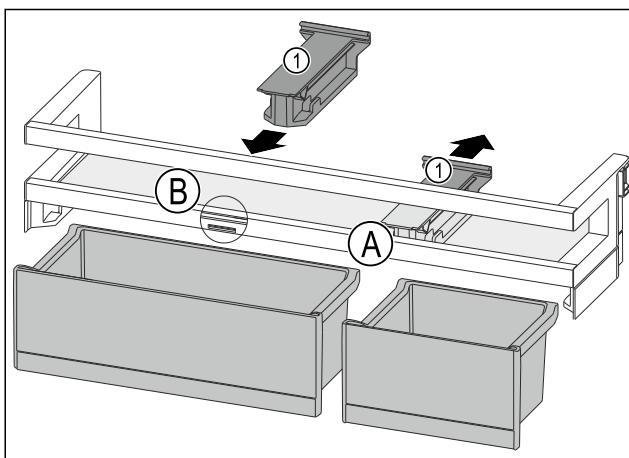

Fig. 88
- Снимите крепление Fig. 88 (1) в позиции Fig. 88 (A), отодвинув его назад.
- Установите крепление Fig. 88 (1) в позиции Fig. 88 (B).